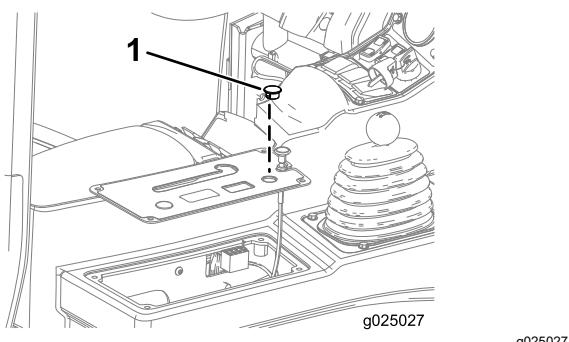

Bild 15
- 4. Entfernen Sie die runde Blende vorne von der Armaturenbrettabdeckung (**Bild 15**).